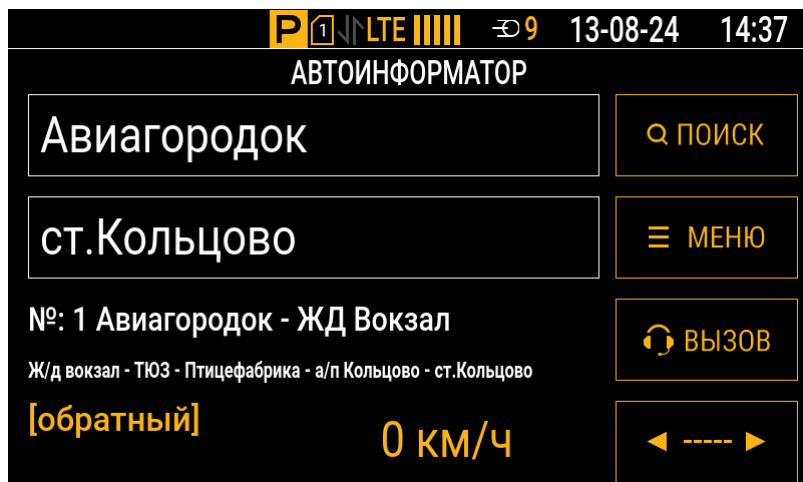

Рис.60. Меню режима «Автоинформатор»
Для включения режима «Автоинформатор» выберите в интерфейсе контроллера Меню | Маршрут (Рис.60). Контроллер начнет отслеживание ранее выбранного маршрута в меню режима «Автоинформатор»:
4. Укажите **имя и номер** маршрута. После добавления остановок в маршрут их количество будет задано автоматически. Данная информация будет отображаться на экране контроллера при загрузке маршрута в режиме «Автоинформатор» (**Рис.60**).